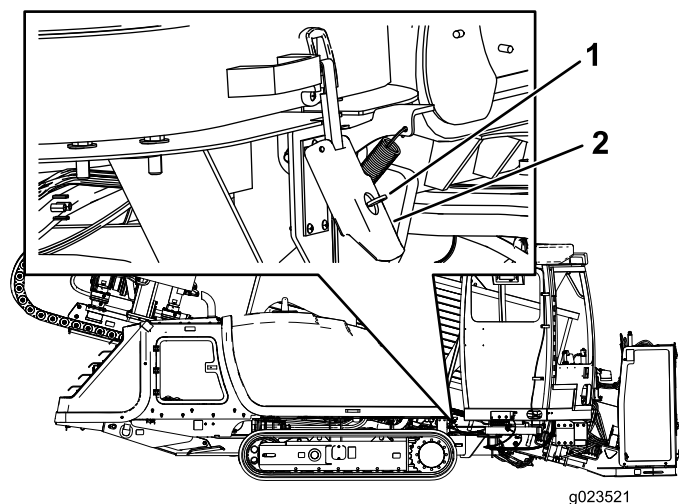

Figura 66
2. Levante el cierre según se muestra en Figura 66.
Nota: Asegúrese de que la llave está en la posición de ABIERTO (horizontal), según se muestra en Figura 66.